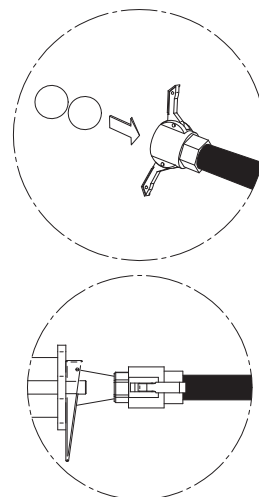

FIG.8
- Inserire nelle tubazioni, ancora piene di materiale due spugne di lavaggio e rimontare la tubazione nel collettore (fig.8)